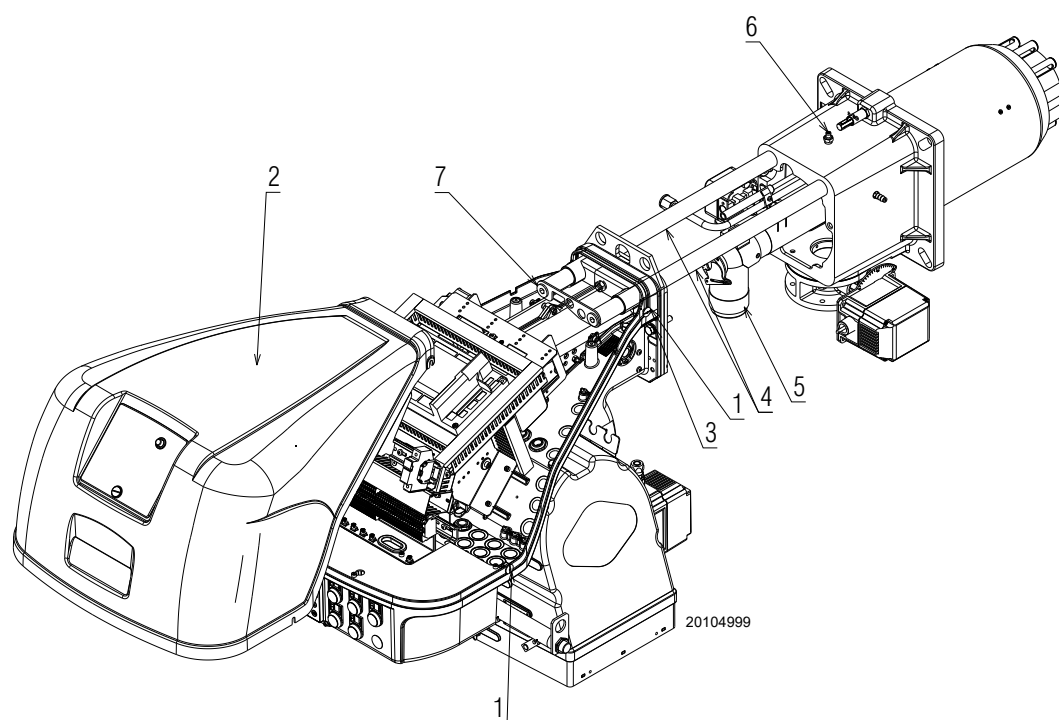

Fig. 39
Assicurarsi che i fori di fuoriuscita del gas per la fase di accensione, presenti nel distributore della testa di combustione, siano liberi da impurità o depositi di ruggine. In caso di dubbio, smontare il gomito (Fig. 39 a pag. 38).
- Allentare le 4 viti 1)(Fig. 39) e togliere il cofano 2);